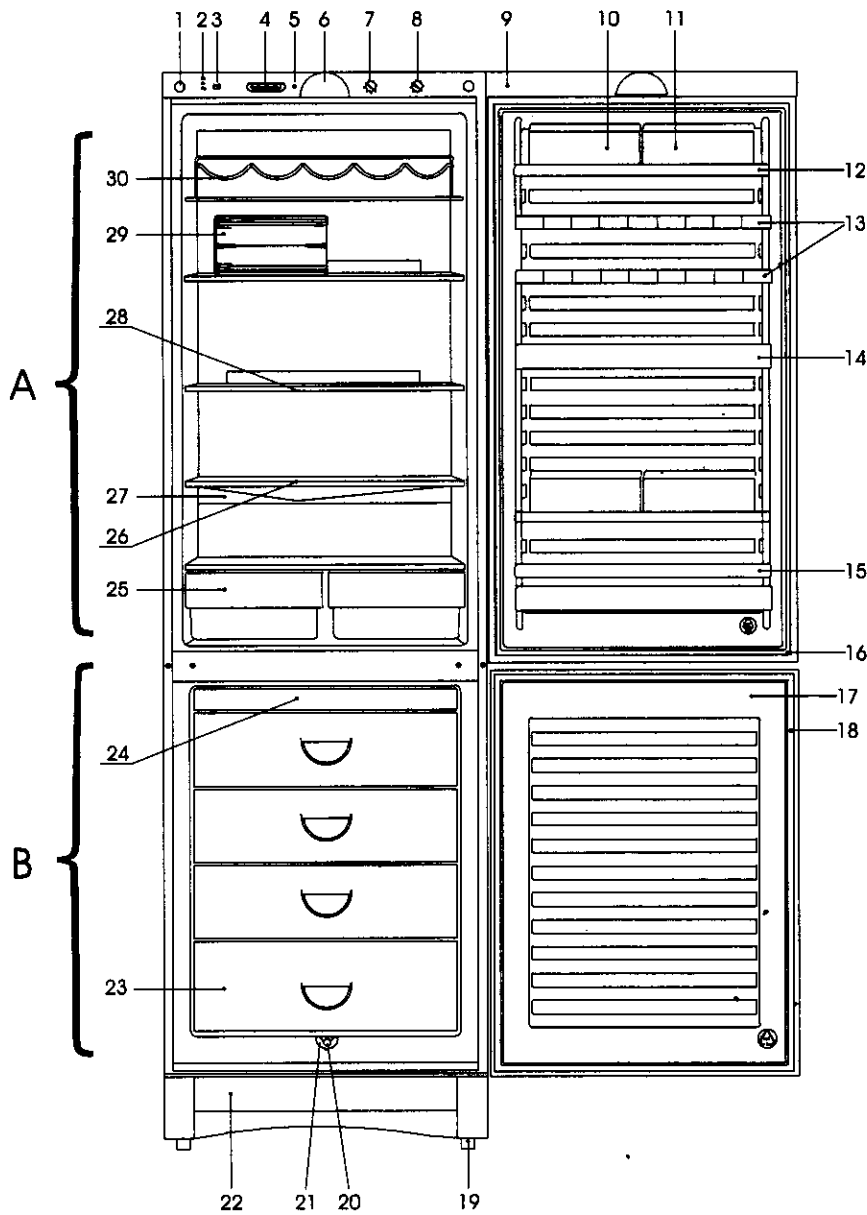
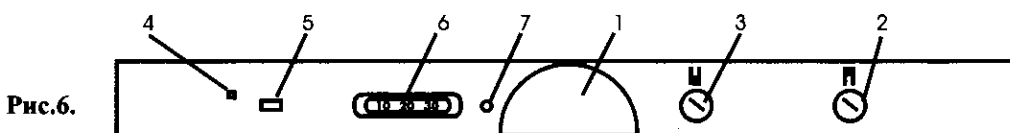

Рис.1. Схема расположения камер холодильника и его комплектующих:
Рис.6.
1.2. Комбинированный холодильник - морозильник состоит из двух камер: холодильной (А) и морозильной (В) рис. 1., которые оснащены отдельными компрессорами (рис. 1а) и системой автоматики (рис. 6). Включать и пользоваться холодильной и морозильной камерой можно по отдельности, независимо друг от друга.
Рис.1 а. Вид сзади.
4.9. В процессе эксплуатации или уборки прибора, а также уборки помещения не допускайте попадания влаги на компрессор и реле (см. Рис. 1а).
5.2. Установите прибор на полу ровно, регулируя передние опоры, для чего необходимо снять декоративную панель. Большими пальцами обеих рук нажмите на панель сверху. Остальными пальцами захватите панель за выступ снизу и с усилием вытащите её на себя, (рис. 3). Для облегчения закрывания дверей и более плотного их прилегания к шкафу можно установить его с небольшим наклоном назад, регулируя опоры, с помощью специального ключа (рис. 4). Диапазон регулирования ограничен конструкцией опор. Задние опоры не регулируются. Они выполнены в виде роликов (рис. 1а) и служат для облегчения перемещения прибора.
6.1. Расположение Приборов управления и сигнализации (см. рис. 6):
6.2. Перед включением прибора в электросеть установите клавишу переключения режимов 5 (рис. 6) в положение, обозначенное символом «0» (режим хранения). Ручки термостатов 2 и 3 (рис. 6) установите в позиции «0», вращая их *против часовой стрелки*. Для удобства воспользуйтесь монеткой, которую необходимо установить в шлиц ручки термостата (применение отверток, ножей и т. п. может привести к повреждению ручки). До позиции «1» ручка вращается плавно, без особых усилий. Для дальнейшего вращения до позиции «0» нужно приложить усилие. Убедитесь в том, чтобы указатель на ручке термостата совпал с позицией «0». Это означает, что прибор выключен (если все выше перечисленные операции производились при включенном в электросеть приборе, то повторное включение термостатов допускается не менее чем через 10 мин.).
Овощи и фрукты храните в специальных ящиках (рис. 1), расположенных в нижней зоне холодильной камеры. Оптимальные сроки хранения свежих продуктов в холодильной камере приведены в таблице:
6.10. Для удобного размещения продуктов в высокой посуде предусмотрена перестановка полок по высоте. Полка холодильника выдерживает распределенный вес не более 35 кг. Полки двери также можно переставлять (см. рисунок 1). Обратите внимание на то, что нижние полки по глубине больше, чем верхние. Установка этих полок, вместо верхних, может привести к тому, что дверь холодильной камеры не будет закрываться. Кроме этого, следует обратить внимание на пластмассовые накладки полок. Передние накладки полки имеют одинаковую форму. Задние имеют два вида: овальные (для нижних полок) и с барьером (для верхних полок, установленных перед испарителем). Неправильная установка полок может привести к поломке накладок.
6.16. Морозильная камера оснащена клавишей выбора режима 6 (рис.6):
7.1. В вашем холодильнике предусмотрено автоматическое удаление снегового покрова с испарителя, расположенного на задней стенке холодильной камеры. Это означает, что каждый раз в период остановки компрессора испаритель покрывается каплями воды, которые стекают в лоток. Затем через отверстие в центре лотка вода по дренажной трубке стекает в сосуд талой воды, установленный на компрессоре (рис. 1а), где испаряется за счёт нагрева компрессора. Такое периодическое оттаивание снегового покрова с испарителя холодильной камеры является обязательным и служит доказательством нормальной работы. Частота и продолжительность циклов оттаивания зависят от установки ручки термостата 2 (рис. 6), загрузки камеры продуктами, температуры окружающего воздуха.